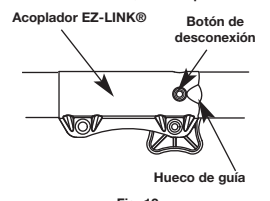

Fig. 12
NOTA: La alineación del botón de desconexión con el hueco de guía facilitará la instalación (Fig. 12).
2. Opima y sostenga el botón de desconexión (Fig. 12).